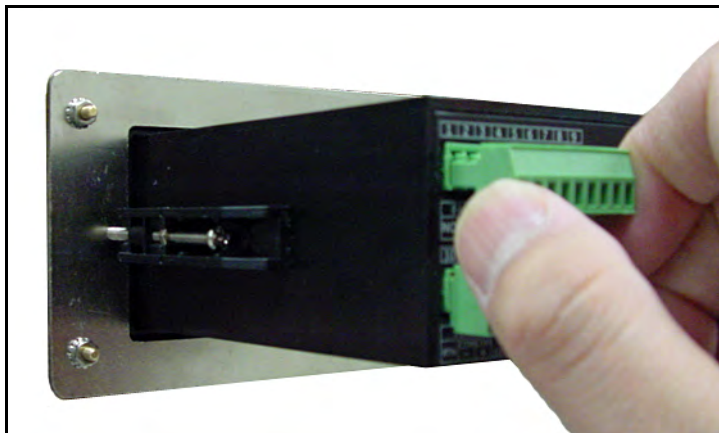

Abbildung 30: Entfernen des oberen Steckers
1. Ziehen Sie den Stecker von der oberen Klemmenleiste an der Rückseite des **dew.IQ** ab (siehe *Abbildung 30* unten).
1. Ziehen Sie den Stecker von der oberen Klemmenleiste an der Rückseite des **dew.IQ** ab (siehe *Abbildung 30 auf Seite 29*).